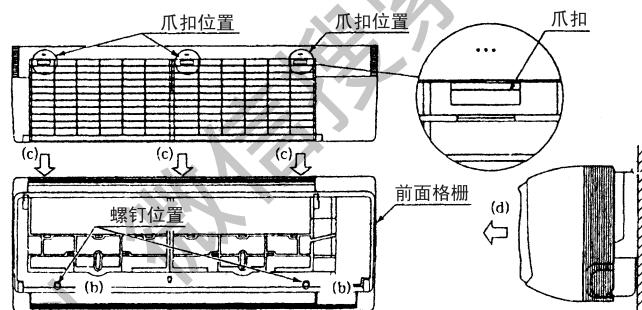

图7
- 拆下前面格栅。（请参看图 7）
- 拆开前面格栅。（请参看图 7）